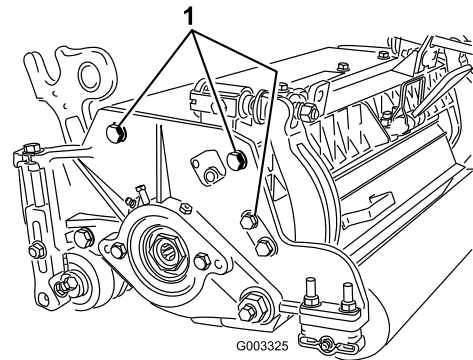

Figure 14
3. Retirez les (2) écrous qui fixent chaque support et entretoise du rouleau à chaque bride de fixation de la plaque latérale.
**Remarque:** La position du rouleau arrière par rapport au cylindre est contrôlée par les tolérances d'usinage des composants assemblés et le réglage du parallélisme n'est pas nécessaire. Un réglage limité est possible en plaçant le plateau de coupe sur un plan de travail et en desserrant les vis de fixation de la plaque latérale (Figure 14). Réglez et resserrez les vis. Serrez les vis à un couple de 37 à 45 Nm.